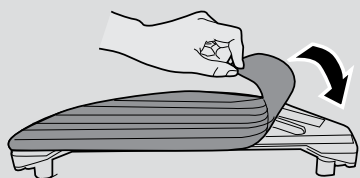

Fig. 15
3. Allineare il serbatoio dell'acqua con la parte inferiore del Robot e spingerlo fino ad udire un clic che indica il corretto fissaggio. [Fig. 15]